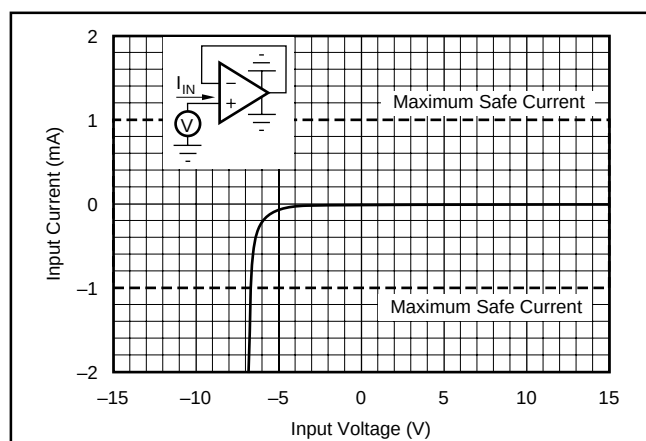

図2. $\pm V_{CC}$ ピンをグランドに接続した時の入力電流対入力電圧
(2) $\pm 18VDC$ 以下の電圧に対する絶対最大入力電圧は、 $+18V > V_{IN} > -V_{CC} - 6V$ と等しくなります。図2を参照して下さい。
(3) 短絡回路は対グラウンドのみです。この定格は $+25^\circ C$ の周囲温度に適用されます。消費電力制限と T_J の項を参照してください。